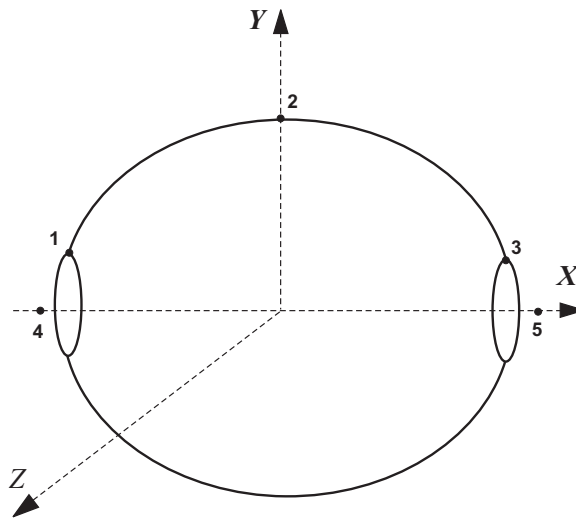

Рис. 4.8. Сферическая оболочка.
1. Нарисовать точки 1, 2, 3, 4, 5 (см. рис. 4.8). Координаты точек 1 и 3 вычислить самостоятельно, учитывая смещение от края вдоль оси  $OX$  на  $0.05 \cdot r$ . Отметим, что точки 1, 2, 3 должны принадлежать одной окружности, поэтому при подсчете их координат необходимо учитывать, что они должны